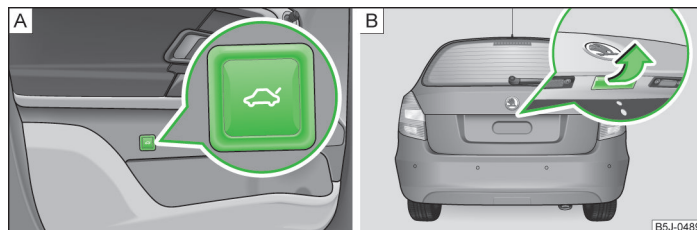

Fig. 18 Aprire il portellone bagagliaio/Maniglia del portellone bagagliaio
- Nella porta lato conducente premere il tasto con il simbolo  » fig. 18 - **A** e sollevare il portellone bagagliaio nella direzione indicata dalla freccia » fig. 18 - **B**.
- Premere la maniglia e sollevare il portellone bagagliaio nella direzione indicata dalla freccia » fig. 18 - **B**.